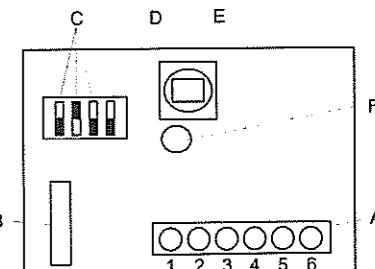

Fig. 2
6. Verbinden Sie die Drähte mit den Anschlussklemmen (Fig. 2).
7. Attach the wires to the connection terminal (Fig. 2).